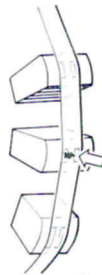

Abbildung 2
- Drehen Sie die Spulen von Hand so weit, bis die Markierung direkt am Aufnahme-Kopf liegt (siehe Abbildung 2).